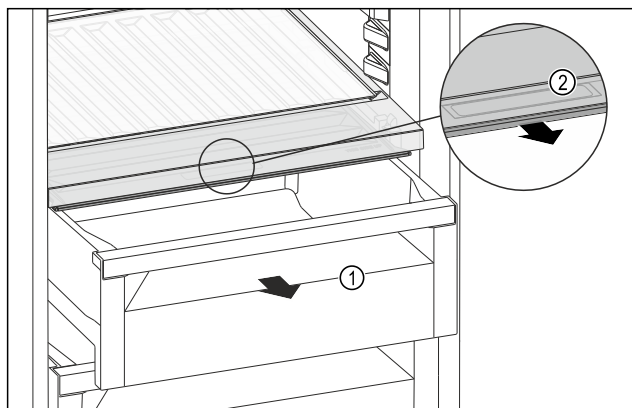

Fig. 122
- ▶ Izvlecite predal Fig. 122 (1).
- ▶ Primite prijemalno vdolbino Fig. 122 (2) na pokrovu predala in predal istočasno povlecite naprej.